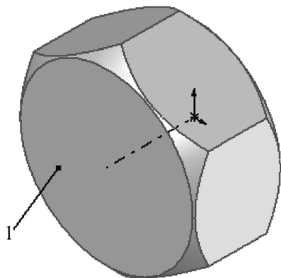

图 5-115 旋转切除后的图形
5) 设置视图方向。单击“标准视图”工具栏中的（等轴测）按钮，将视图以等轴测方向显示，结果如图5-115所示。
1) 设置基准面。单击图 5-115 中所示表面 1，然后单击“标准视图”工具栏中的 (正视图) 按钮，将该表面作为绘制图形的基准面。